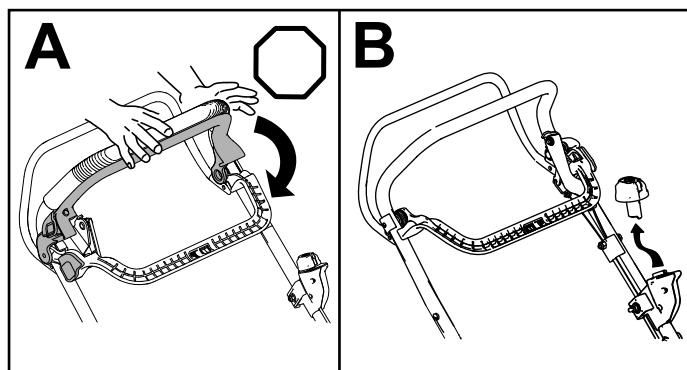

Рисунок 18
1. Отпустите штангу управления ножом (вид А на Рисунок 18).
2. Выньте кнопку электрического запуска из переключателя электрического запуска (вид В на Рисунок 18).